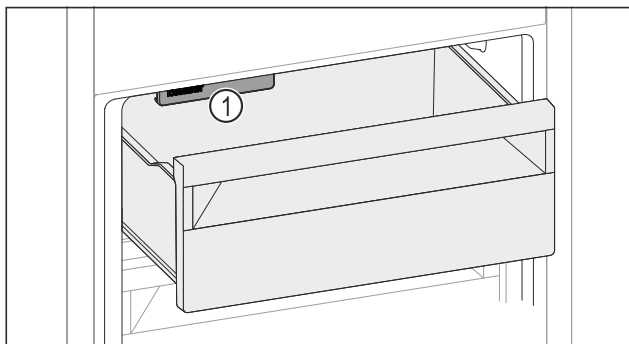

Fig. 101
- ▶ Vær opmærksom på IceMaker Fig. 101 (1).